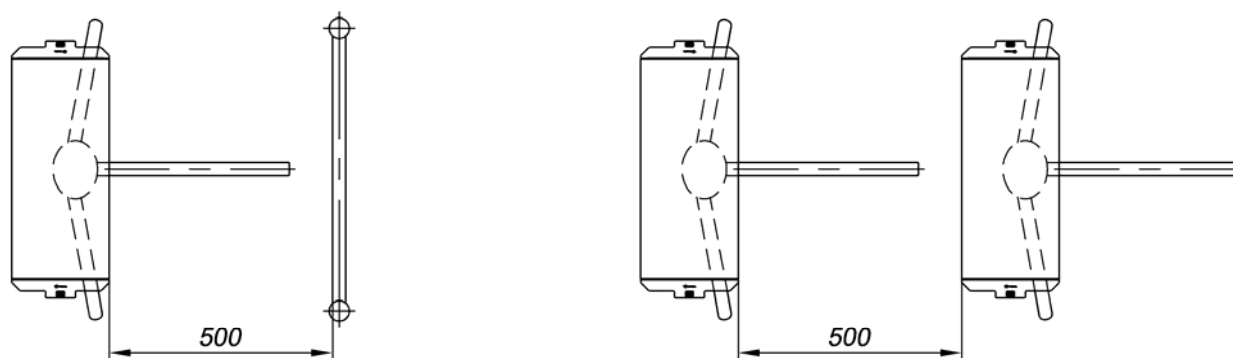

Рисунок 6 Рекомендации по организации зоны прохода
- производить разметку установочных отверстий в соответствии с рис. 6 и 7;
Величина угла, при котором начинается доворот преграждающей планки, может варьироваться в пределах $\pm 5^\circ$. Для обеспечения регистрации проходов необходимо организовать зону прохода таким образом, чтобы при проходе через ЭП осуществлялся поворот преграждающих планок на угол не менее 70° и соблюдалась рекомендуемая ширина зоны прохода (см. рис. 6).